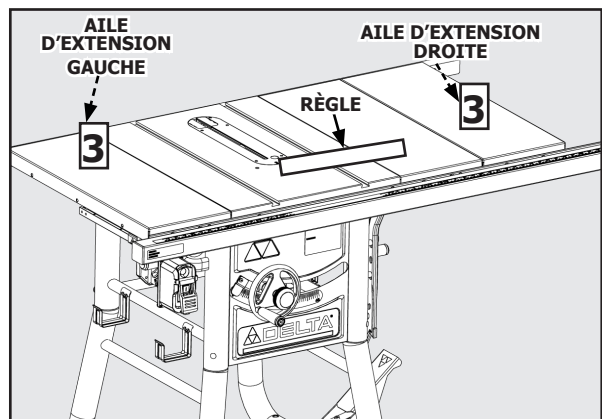

FIGURE 9
2. Le couteau diviseur est installé dans la position de coupe basse, non traversante. Pour fixer les doigts anti-retour et les ensembles protège-lame, le couteau diviseur doit être en position relevée, comme indiqué sur la Figure 9. Pour lever et abaisser le couteau diviseur, voir Réglages de la hauteur du couteau diviseur à la page 50.